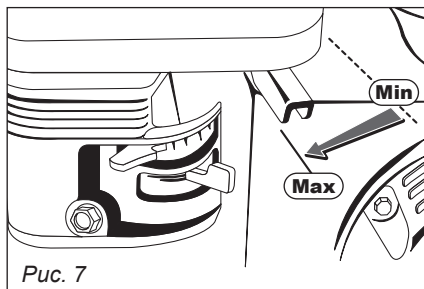

Рис. 7
1. Передвиньте рычаг управления дроссельной заслонкой в среднее положение (рис. 7).